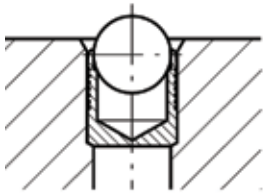

Bild 1
- Mit der Kugel nach aussen den KOENIG EXPANDER® in die Stufenbohrung einführen, wobei der obere Hülsenrand nicht über die Aussenkontur des Werkstückes vorstehen darf (Bild 1).